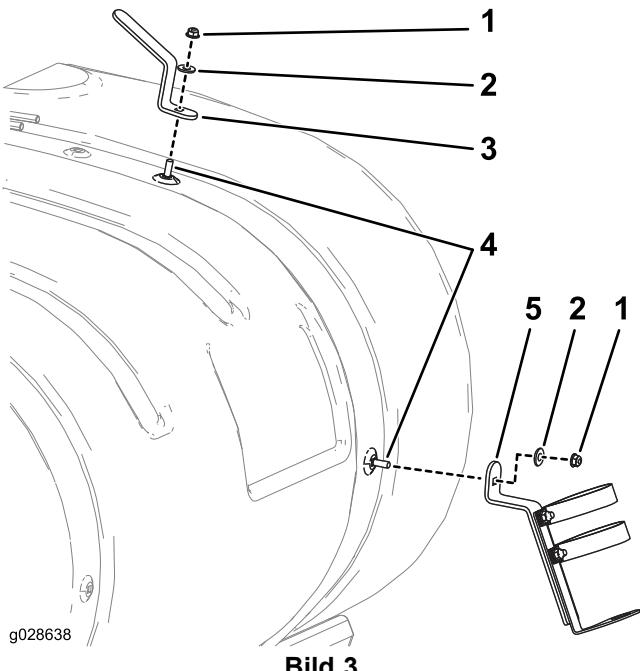

Bild 3
1. Lösen Sie den vorderen Behälterriemen an der rechten Seite (Bild 3).
2. Befestigen Sie die Spritzpistolenhalterung mit einer Schlossschraube (5/16 x 3/4 Zoll), einer Scheibe (3/8 Zoll) und einer Sicherungsmutter (5/16 Zoll), wie in Bild 3 dargestellt.
3. Befestigen Sie den Schlauchhaken mit einer Schlossschraube (5/16 x 3/4 Zoll), einer Scheibe (3/8 Zoll) und einer Sicherungsmutter (5/16 Zoll), wie in Bild 3 dargestellt.